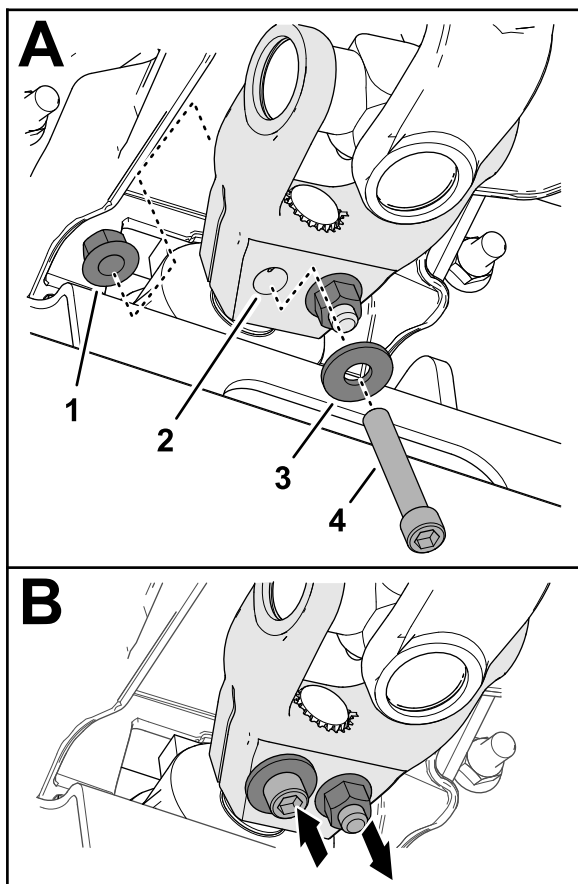

Figure 17
6. Insérez une vis à tête creuse ($\frac{3}{8}$ " x $2\frac{1}{4}$ ") dans une rondelle ($\frac{3}{8}$ ") et dans le trou de la chape de l'arbre d'entraînement (Figure 17), et fixez la vis en place avec un contre-écrou à embase ($\frac{3}{8}$ ").
7. Insérez une vis à tête creuse ($\frac{3}{8}$ " x $2\frac{1}{4}$ ") dans une rondelle ($\frac{3}{8}$ ") et dans le trou de la chape de l'arbre d'entraînement en passant par l'autre côté (Figure 17), et fixez la vis en place avec un contre-écrou à embase ($\frac{3}{8}$ ").